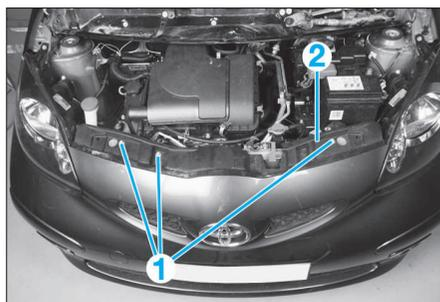

FIG. 1
• Ouvrir le capot, puis déposer les 3 vis de fixations (1) et l'agrafe (2) (Fig.1)